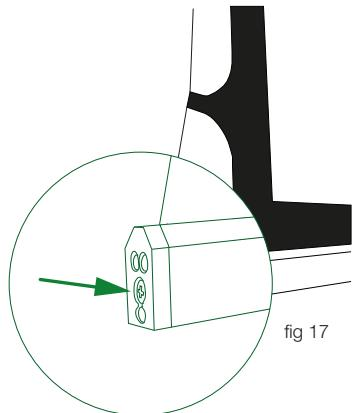

fig 17
**EN:** To keep the surface flat you may need to adjust the tensioning as the surface will change with time and temperature. This is done with the tensioning screw marked in fig 17. It is adjustable with 1/6 turn increments. Only adjust it in a single increment at a time!
**SE:** För att bibehålla ytan slät kan trådarnas spänning behöva justeras emellanåt. Detta beror på att dukmaterialet ändras med tid och temperatur. Justeringen görs med skruven som markerats i fig 17. Tråden kan justeras i 1/6-dels varv per steg. Justera endast med 1 steg åt gången!